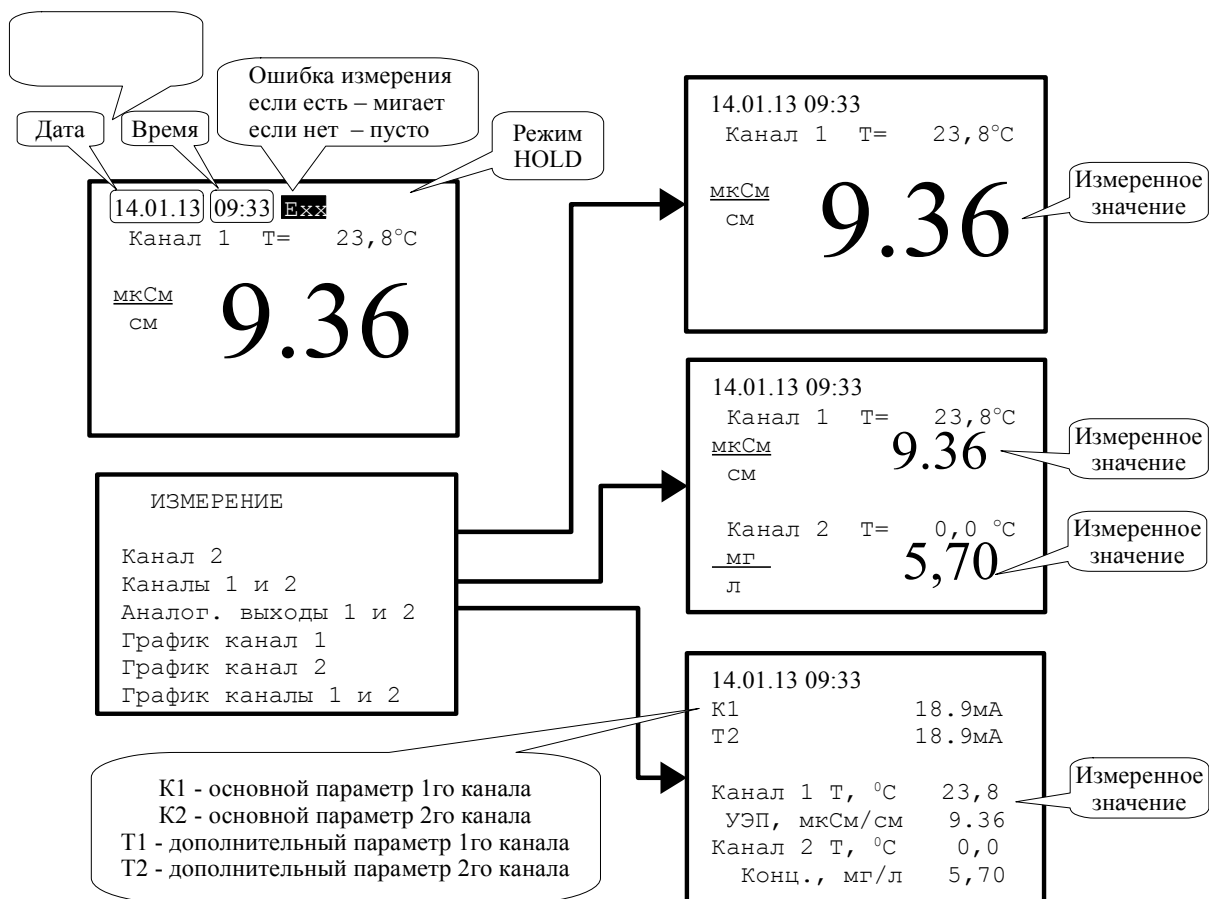

Рисунок 6 - Варианты отображения измеренных параметров в цифровом виде
4.3.1.8 **Канал 1** , **Канал 2** , **Каналы 1 и 2** - цифровое отображение результатов измерения (Рисунок 6).
4.3.1.9 **Аналог. выходы 1 и 2** - отображение аналоговых выходных сигналов в виде шкалы, а результатов измерения в цифровом виде (смотри Рисунок 6).
Если в процессе работы анализатора произошёл сбой часов реального времени, то в верхнем левом узлу экрана в режиме измерения вместо показаний даты и текущего времени появится мигающая надпись **Er.Clock** (смотри Рисунок 6). Возможной причиной сбоя может быть снижение напряжения литиевой батареи. Информация о замене аккумулятора часов реального времени приведена в п. 6.1.3